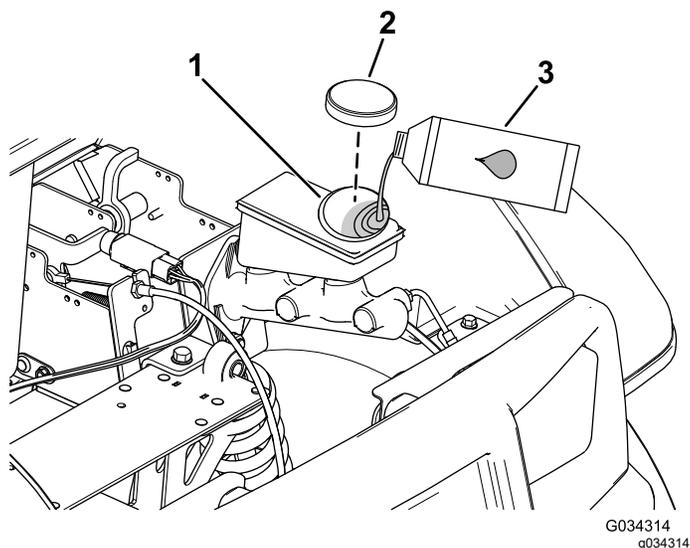

Рисунок 53
2. Поднимите капот, чтобы получить доступ к главному тормозному цилиндру и бачку (Рисунок 53).
- А. Очистите область вокруг крышки бачка и снимите крышку (Рисунок 53).
- С. Установите на место крышку бака (Рисунок 53).